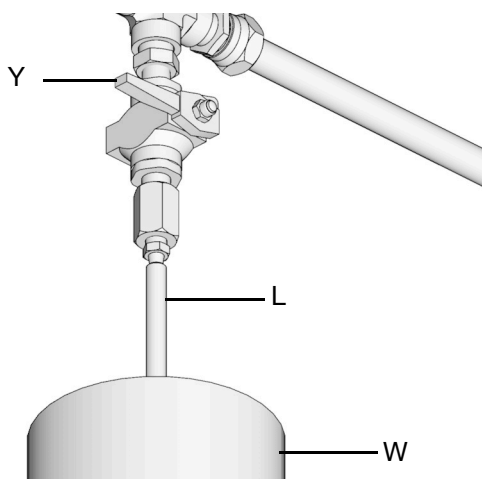

Рис. 30
- a. Для сброса давления между заполняющим насосом (F) и автоматическим запорным устройством для заполнения (B) откройте шаровый клапан сброса давления заполняющего насоса (Y) (Рис. 30). Давление сбросится, и лишняя жидкость стечет через дренажную трубку (L) в переливной контейнер для смазки (W).